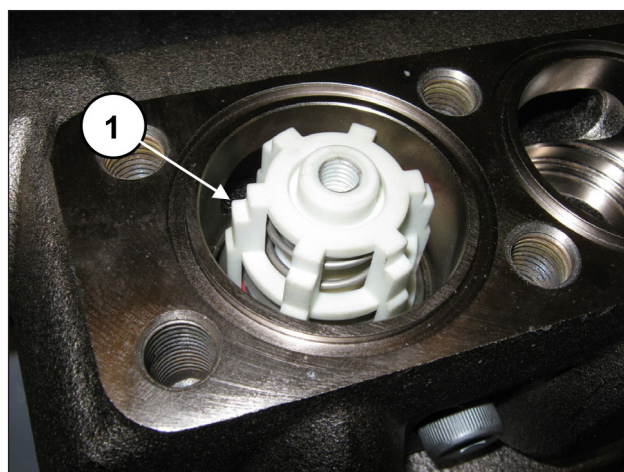

Fig. 163
completamente a fondo e presentarsi come in pos. ①, Fig. 163.